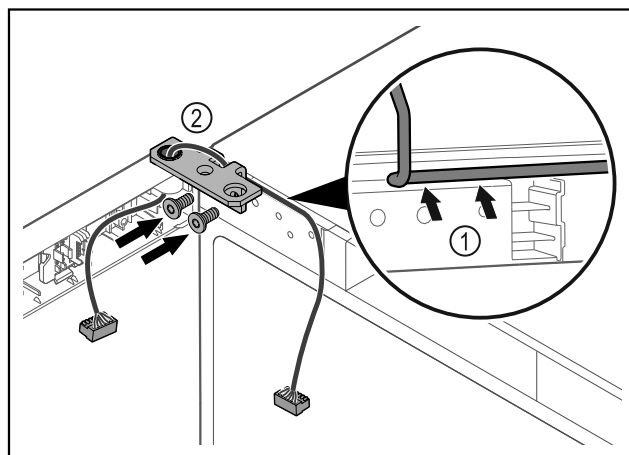

Fig. 48
- ▶ Проведите кабель через отверстие в шарнирном уголке и аккуратно уложите его Fig. 48 (1).
- ▶ Привинтите шарнирные уголки Fig. 48 (2).